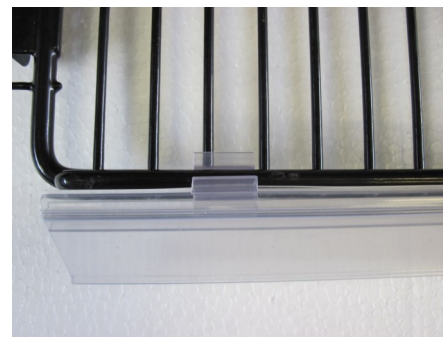

Abb. 3c
2. Die Preisschilderhalter mit den Halterungsprofilen an der Gitterablagefläche einhaken **Abb. 3c**.